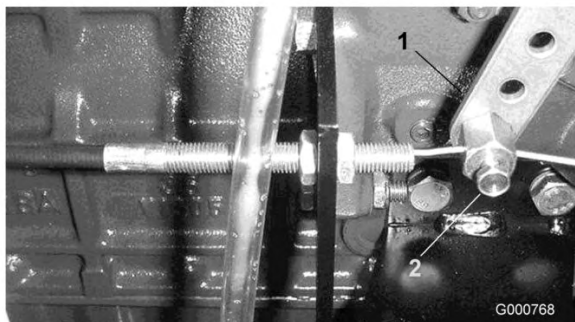

Figura 58
2. Allentate il connettore del cavo dell'acceleratore, sulla leva della pompa di iniezione (Figura 58).